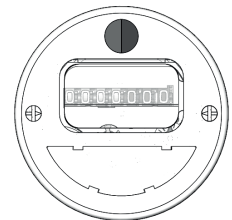

Abb. 5
- 8.10. Sofern noch nicht geschehen, Zählwerk in Ableseposition drehen und Zähler plombieren. Die Universal-Variante muss je nach Anwendung mittels beiliegender Klebepunkte (blau f. Kaltwasser oder rot f. Warmwasser) auf der Oberseite gekennzeichnet werden (Abb. 5).